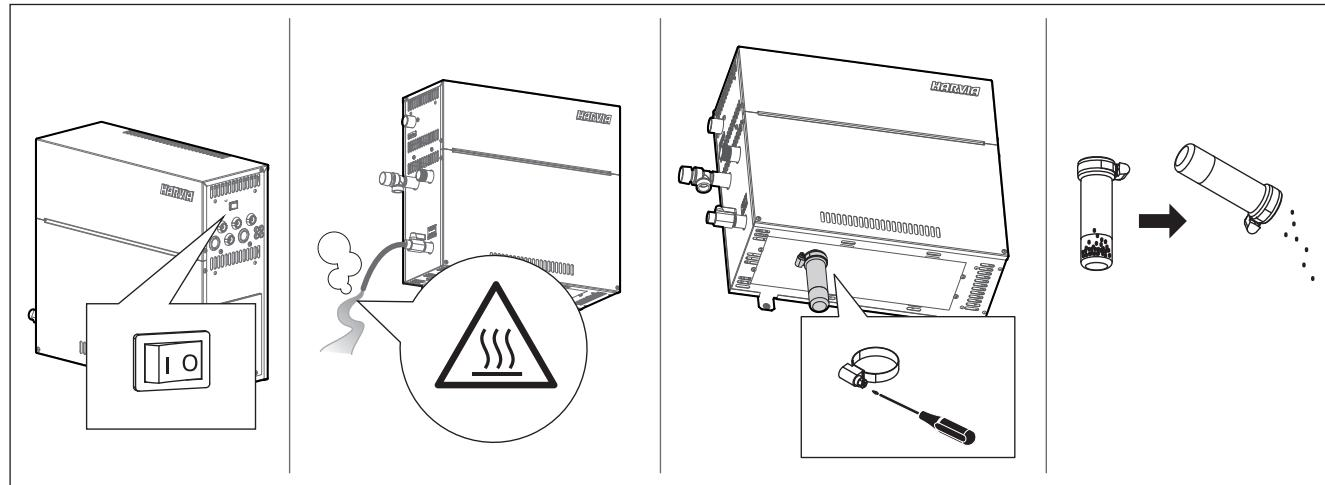

Рисунок 2. Опорожнение отстойника
- Приведите сетевой выключатель парогенератора в положение ВЫКЛ. (рисунок 2).
3. Выключите парогенератор при помощи главного выключателя, находящегося под парогенератором (см. рисунок 2).